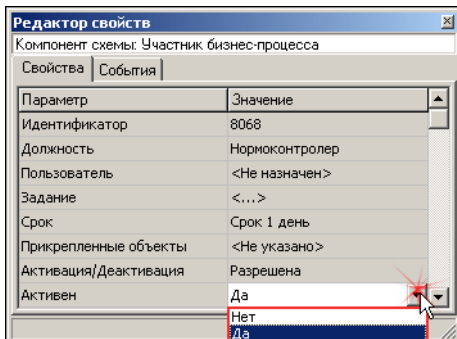

Рис. 4.45.
2. На панели **Редактор свойств** щелкните мышью в ячейке со значением параметра **Активен** (рис. 4.45).